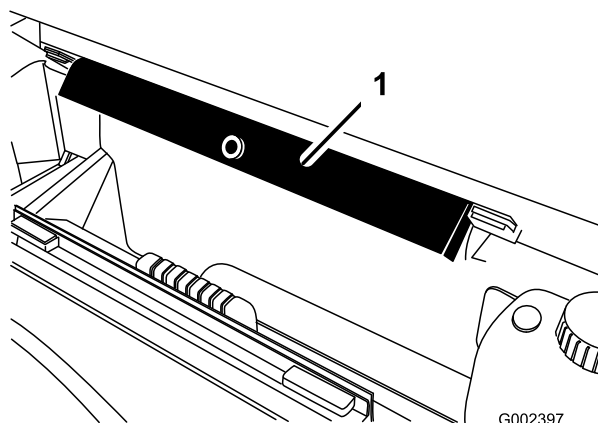

Figura 97
8. Rimuovete il supporto del pianale dalle staffe di stoccaggio nella parte posteriore del pannello del ROPS (Figura 97).